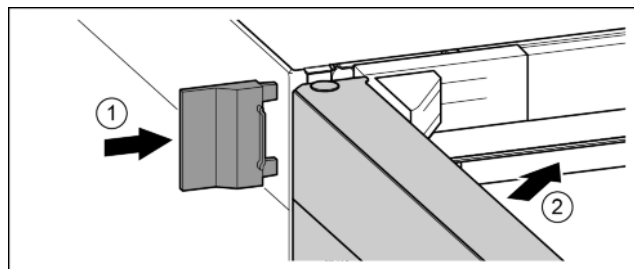

Fig. 18
- ▶ Inserire spingendo la copertura esterna. Fig. 18 (1)
- ▶ Chiudere la porta superiore. Fig. 18 (2)